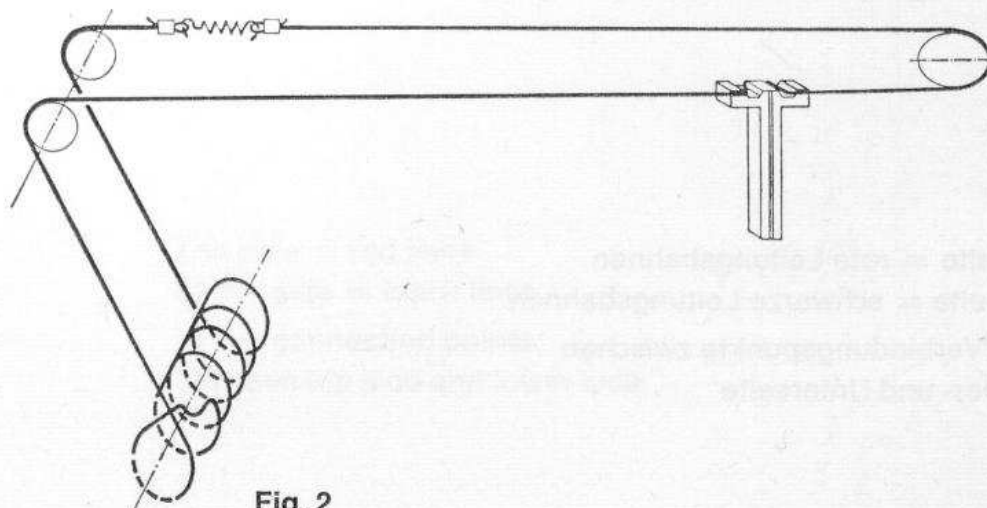

Fig. 2
- 5.2 Skalenseil (Länge ca. 0,8 m) nach Fig. 2 auflegen.
- 5.2 Place drive cable as shown in fig. 2 (length approx. 32").